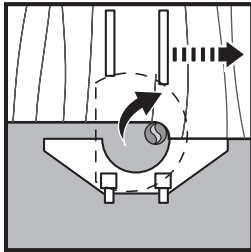

Fig. 29
- > Instale a guia paralela (18) no produto.
- > Coloque uma ferramenta de fresagem com um rolamento de guia nas pinças de sujeição (19).
- > Posicione o produto na peça de trabalho com a guia paralela (18) e o rolamento contra a borda da peça de trabalho.
- > Aplique uma ligeira pressão contra a peça de trabalho durante o funcionamento para assegurar que a guia paralela (18) e o rolamento ficam planos contra a borda da peça de trabalho (Fig. 29, 30).